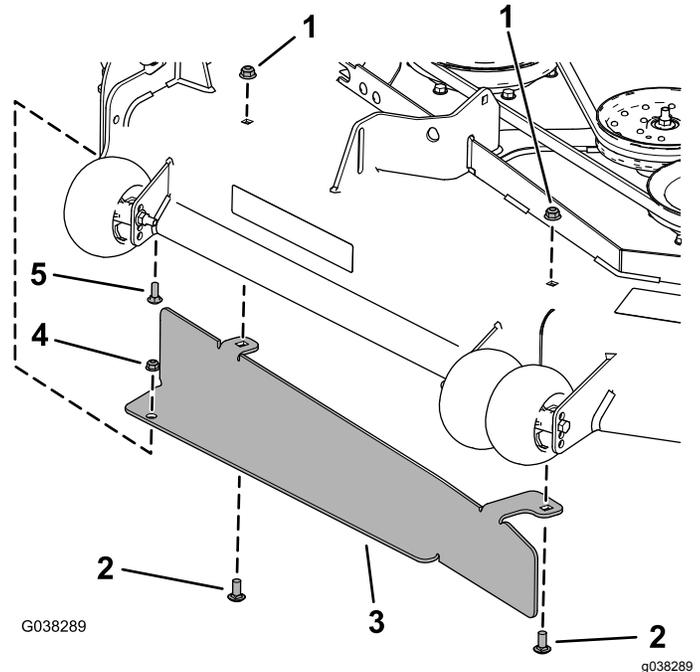

Bild 33
2. Befestigen Sie das Ablenkblech mit der Schlossschraube (5/16" x 7/8"), der Bundmutter (5/16"), zwei Schlossschrauben (3/8" x 7/8") und zwei Bundmuttern (3/8"), wie in Bild 33 abgebildet.